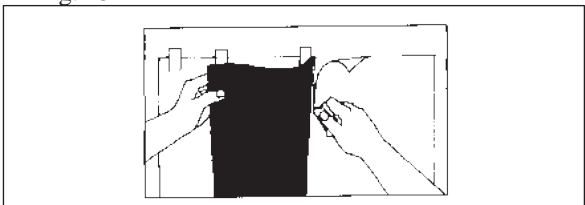

Fig. 15
3. Ripiegare all'indietro metà della grafica sulla cerniera, staccare il liner dalla cerniera e tagliarlo. Fig. 15